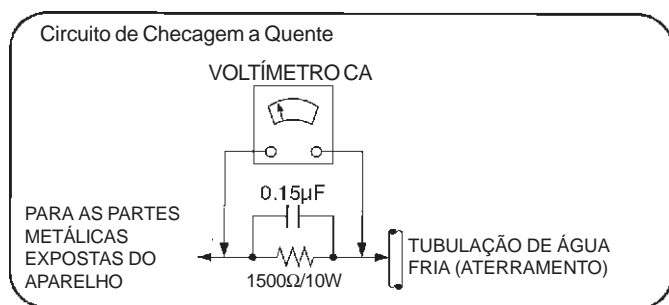

Figura 1
(veja a figura 1)
2. Conecte um resistor de $1,5K\Omega$, 10 Watts, em paralelo com um capacitor de $0,15\mu F$, entre cada parte metálica exposta no aparelho e um bom aterramento como por exemplo, uma tubulação de água, conforme o mostrado na Figura 1.